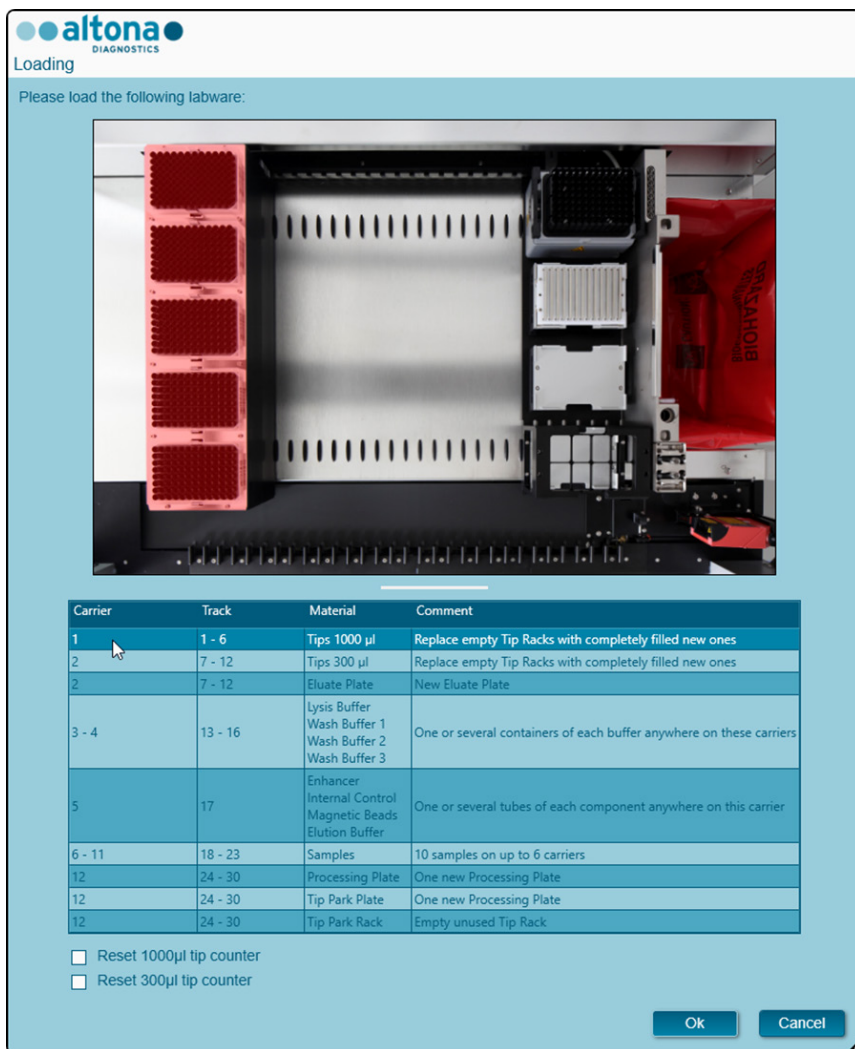

Figura 11: Cuadro de diálogo Loading (carga)
1. Haga clic en el botón **Start Run** (iniciar serie) en la barra de herramientas de la pantalla Start Purification Run (iniciar serie de purificación) para mostrar el cuadro de diálogo **Loading** (carga) (consulte la Figura 11).